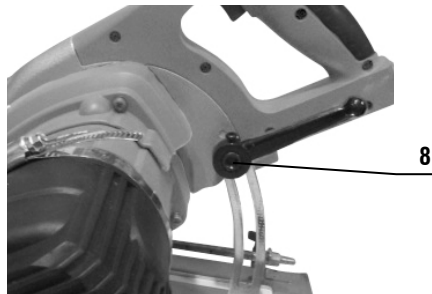

Fig. 2 - Ajuste de la profundidad de corte
Primero asegúrese de que la máquina está apagada y con el enchufe fuera del tomacorriente. Para ajustar la profundidad de corte (Fig. 2), suelte la tuerca del tope de profundidad (8) de acuerdo con lo deseado;